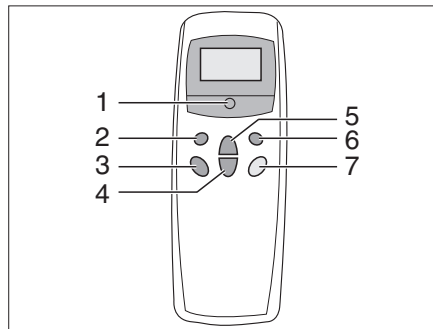

Fig. 224 Télécommande
La climatisation est montée sur le toit du véhicule. La télécommande (Fig. 224) pour la climatisation se trouve dans le coin cuisine.
- Enclencher la télécommande avec l'interrupteur (Fig. 224,5).
- Régler le mode de fonctionnement désiré avec la touche (Fig. 224,1).
- Si nécessaire, régler avec les touches (Fig. 224,3 et 4) la puissance du ventilateur et la température ambiante désirées.
- Pour la mise hors service, appuyer à nouveau sur la touche (Fig. 224,5) de la télécommande.